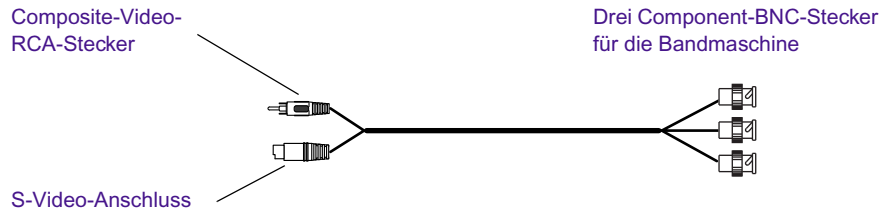

Abbildung 7 Optionales Component-Kabel
1. Nehmen Sie ein Component-Videokabel (siehe Abbildung 7) zur Hand.